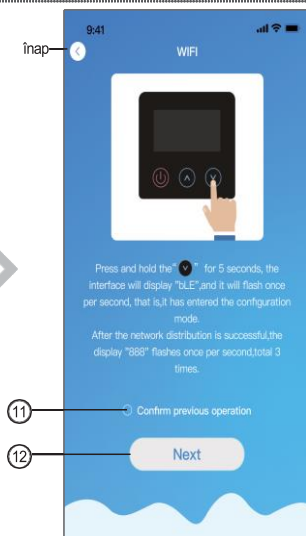

Fig.8 Interfața WIFI Modul Activat
2. Urmați instrucțiunile de pe pagină (Fig.8), apăsați butonul de pe modul și mențineți apăsat timp de 1s până când două lumini se aprind, apoi conexiunea AP este activată, faceți clic pe **12** pentru a continua;